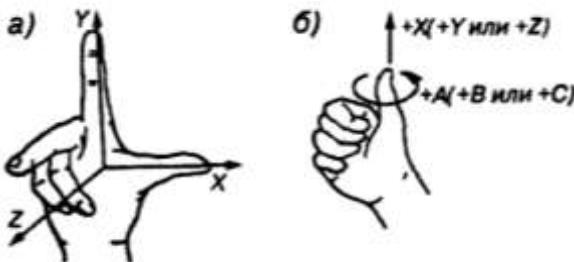

Рис.4 Правило правой руки:
В стандартной системе координат станка положительные направления осей координат определяются по правилу правой руки. Большой палец (рис. 4) указывает положительное направление оси абсцисс (X), указательный — оси ординат (Y), средний — оси аппликат (Z). Положительные направления вращения вокруг этих осей определяются другим правилом правой руки. Согласно этому правилу, если расположить большой палец по направлению оси, то остальные согнутые пальцы указают положительное направление вращения (рис. 4).